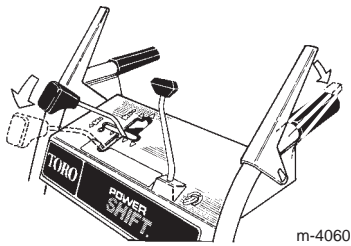

Figure 21
2. Déplacez le levier de changement de vitesse à fond vers l'avant à la position Power Shift et maintenez-le à cette position (Fig. 21).
3. Engagez complètement le levier de commande de déplacement pour placer les roues dans l'autre position (Fig. 21 et 22).